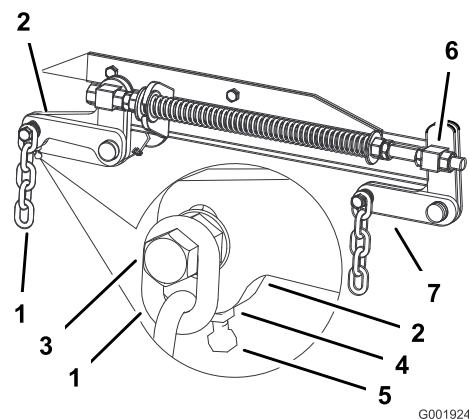

Bild 61
7. Wenn die Werte an den Stellen **B** oder **C** falsch sind, lösen Sie die Schraube, mit der die hintere Kette am hinteren Stützarm befestigt ist (Bild 61).
8. Lösen Sie die Klemmmutter unter dem hinteren Stützarm und stellen Sie die Einstellschraube so ein, dass Sie einen Wert von 79 bis 83 mm erhalten (Bild 61).
7. Lösen Sie die Klemmmuttern der vorderen Drehzapfen, vorne am rechten und linken Drehzapfen, um ungefähr 13 mm (Bild 61).
8. Stellen Sie die Hubmutter auf der linken und rechten Seite der Maschine ein, um einen Wert zu erzielen, der vorne an Stelle **A** um 6 bis 10 mm niedriger ist als hinten an Stelle **B** (Bild 61).